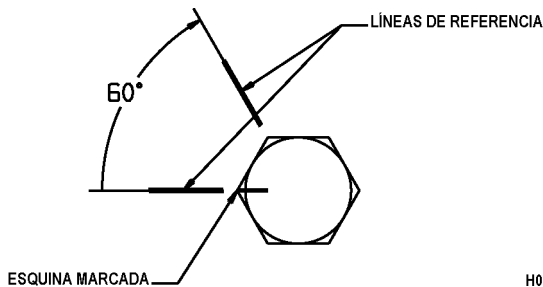

FIGURA 2-7. AVANCE EN 60 GRADOS
12. Marque una esquina de la cabeza del tornillo con un marcador de pintura como se muestra en la Figura 2-7. Dibuje una línea de referencia en la superficie de la suspensión al lado de la esquina marcada en el tornillo. Dibuje una línea de referencia en la suspensión a 60° de avance de la esquina marcada en el tornillo.